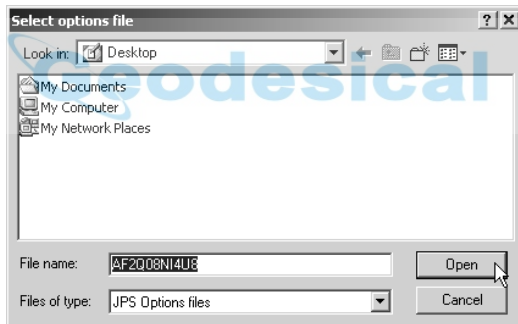

Figura 4-14. Cargar un OAF
3. Vaya a la ubicación del nuevo Archivo Autorizado de Opciones. Los OAFs tienen extensiones .jpo o .tpo y son únicos para cada receptor (Figura 4-14).
4. Seleccione el archivo apropiado y haga clic en **Open** (Figura 4-14). La nueva opción del receptor se carga en el receptor y el cuadro Option Manager (Administrador de Opciones) se actualiza.